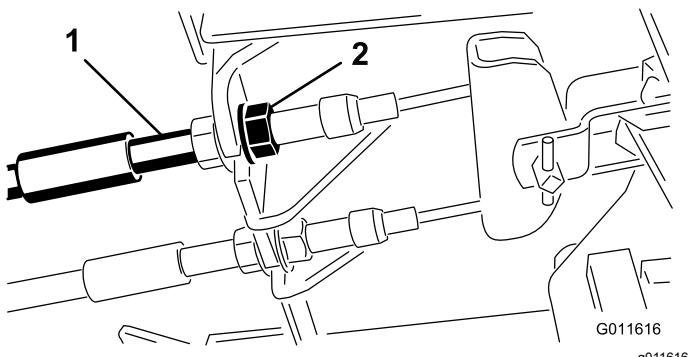

Figure 61
1. Pour réduire la garde aux pédales de frein, serrez les freins en desserrant l'écrou avant sur l'extrémité filetée du câble de frein (**Figure 61**).